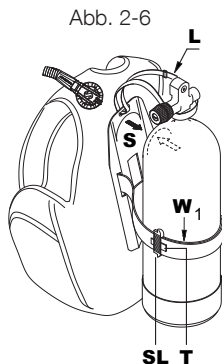

Abb. 2-6
2. Wenn das Tarierjacket eine harte Rückentrage hat, richten Sie die Vertiefung (S) der Rückentrage an der oberen Rundung des Tanks (Abb. 2-6) aus und legen Sie das Schnellabwurfband (W1) (Abb. 2-5 und 2-7) um den Tank.
Bei Tarierjackets mit harten Rückentragen verhindert der oben an der Trage befestigte Sicherheitsriemen (L) (Abb. 2-6), dass das Jacket während des Befestigens und Schließens des Bands herunterrutscht. Wenn es einmal korrekt eingestellt ist, lässt sich beim Befestigen des Tarierjackets am Tank die korrekte Position stets schnell und einfach wieder finden.